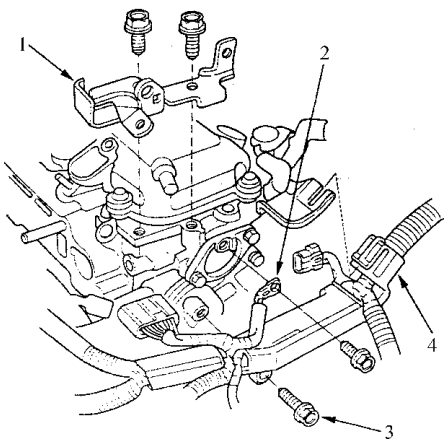

图 2-87 拆卸空气滤清器壳体支架
- 11) 如图 2-87 所示，拆下空气滤清器壳体支架、接地电缆及线束座装配螺栓，然后将线束座从支架上拆除。